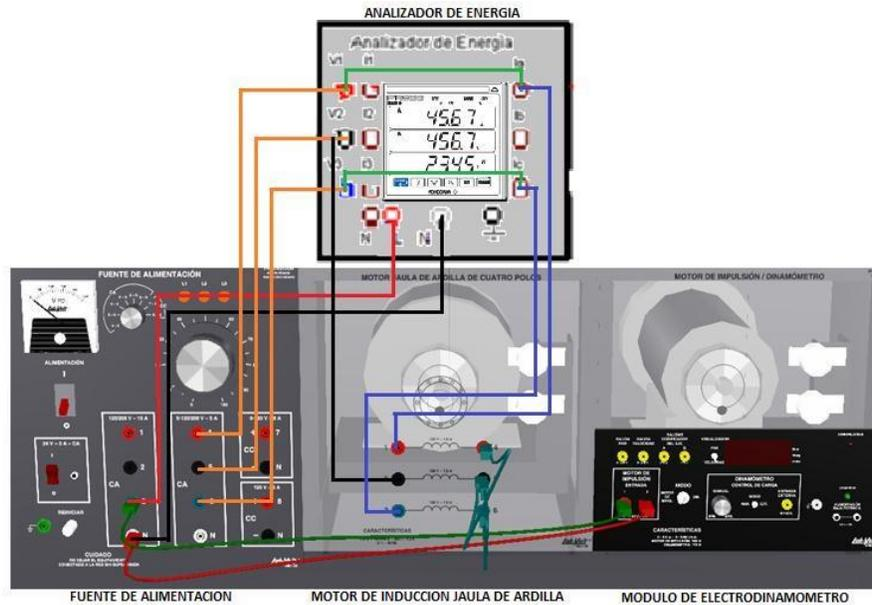

Figura 6.2
3. Con la figura 6.2 alimente el Motor Jaula de Ardilla a 208 volts fijándose en la lectura del Analizador de energía nos indique el voltaje indicado.